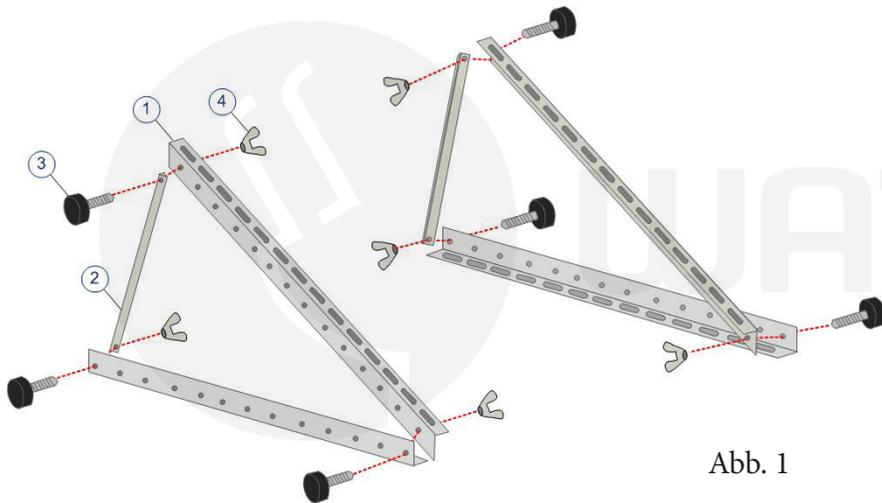

Abb. 1
1. Verschrauben Sie die HST Halterung mit dem vorgesehenen Befestigungsmaterial (Nr. 1,2,3 und 4) siehe Abb. 1